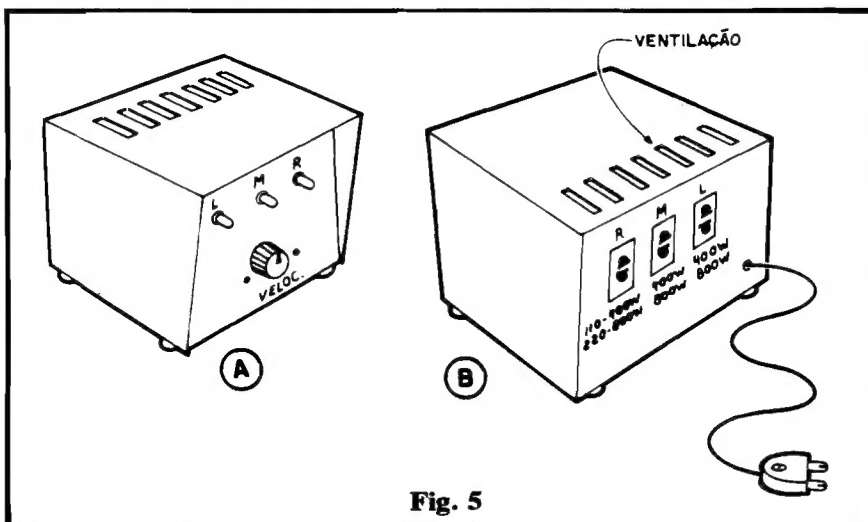

Fig. 5
A fig. 5 dá detalhes da nossa sugestão para o acabamento final da caixa, com sua parte frontal vista em (A) e a traseira em (B). Observar as identificações (LEDs e tomadas de Saídas dos Canais...) R-M-L (também vistas nas demais figuras da presente matéria...), e que obviamente significam RÁPIDO-MÉDIO-LENTO, referindo-se ao intrínseco ritmo ou frequência presente nos respectivos canais ou monitores...